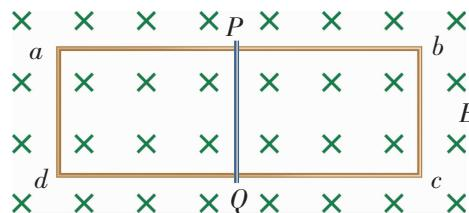

图 1-5
5. 如图 1-5 所示， $abcd$ 是矩形闭合金属框， PQ 是金属导体，可以沿着框边 ab 、 cd 无摩擦地平移滑动，整个框放在垂直于纸面向里的匀强磁场中。设磁感应强度为 B ， PQ 长为 L ，电阻为 R ， ad 、 bc 的电阻都为 $2R$ ， ab 、 cd 的电阻不计。当 PQ 以速度 v 向右匀速滑动时，求金属棒产生的感应电动势 E 、金属棒两端的电压 U 、作用在金属棒上的外力 F 的大小和方向。